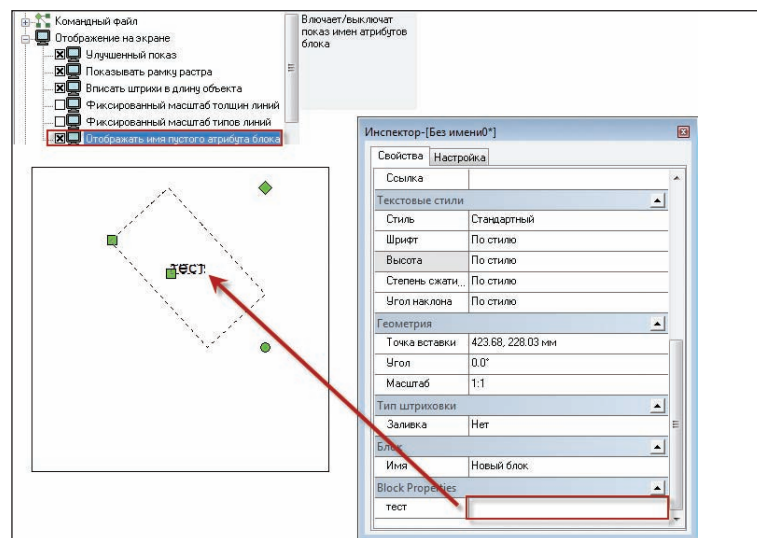

Рис. 23. Задание параметра отображения имени атрибута блока
- добавлена возможность управления отображением имени атрибута блока, если значение атрибута не задано (рис. 23);